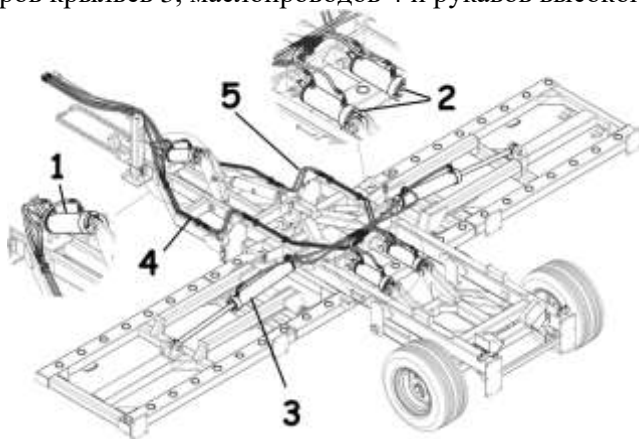

Рисунок 9 - Гидросистема
3.9 Гидросистема (рисунок 9) предназначена для перевода бороны из транспортного положения в рабочее и обратно. Гидросистема состоит из гидроцилиндра снечи 1, 2-х гидроцилиндров колесного хода 2, гидроцилиндров крыльев 3, маслопроводов 4 и рукавов высокого давления 5.